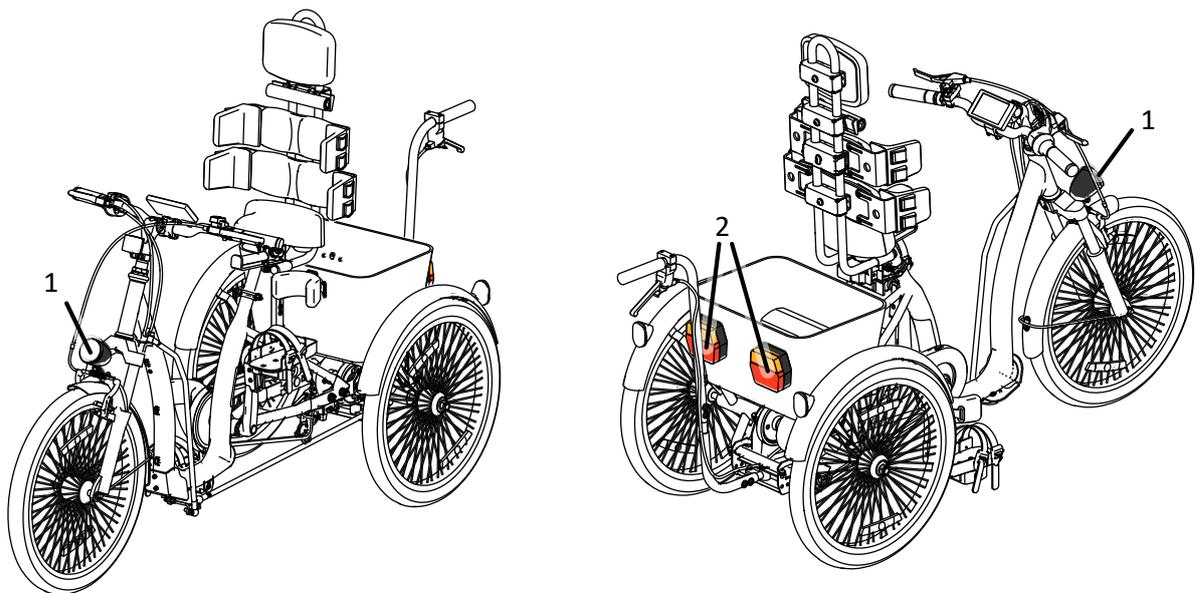

Abb. 8
Abb. 8 zeigt die Anordnung der elektrischen Beleuchtung. Das weiße Licht (1) ist an der Vorderradgabel befestigt. Das rote Licht (2) ist an dem Korb am Heck des Fahrrads angebracht. Die elektrische Beleuchtung wird von einer Batterie im Korb gespeist.